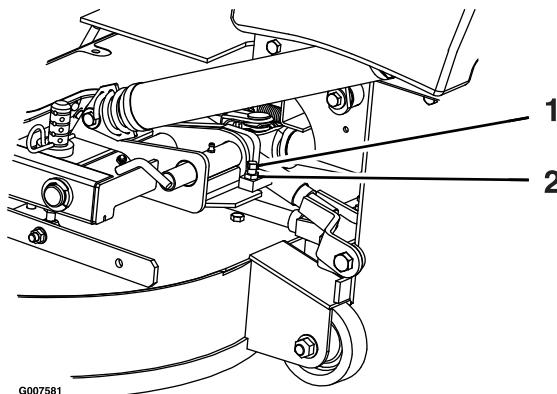

Figura 70
2. Afloje la contratuerca y gire el tornillo de tope en sentido horario hasta que el pestillo de bloqueo esté apretado y no pueda girarse a mano (Figura 70).